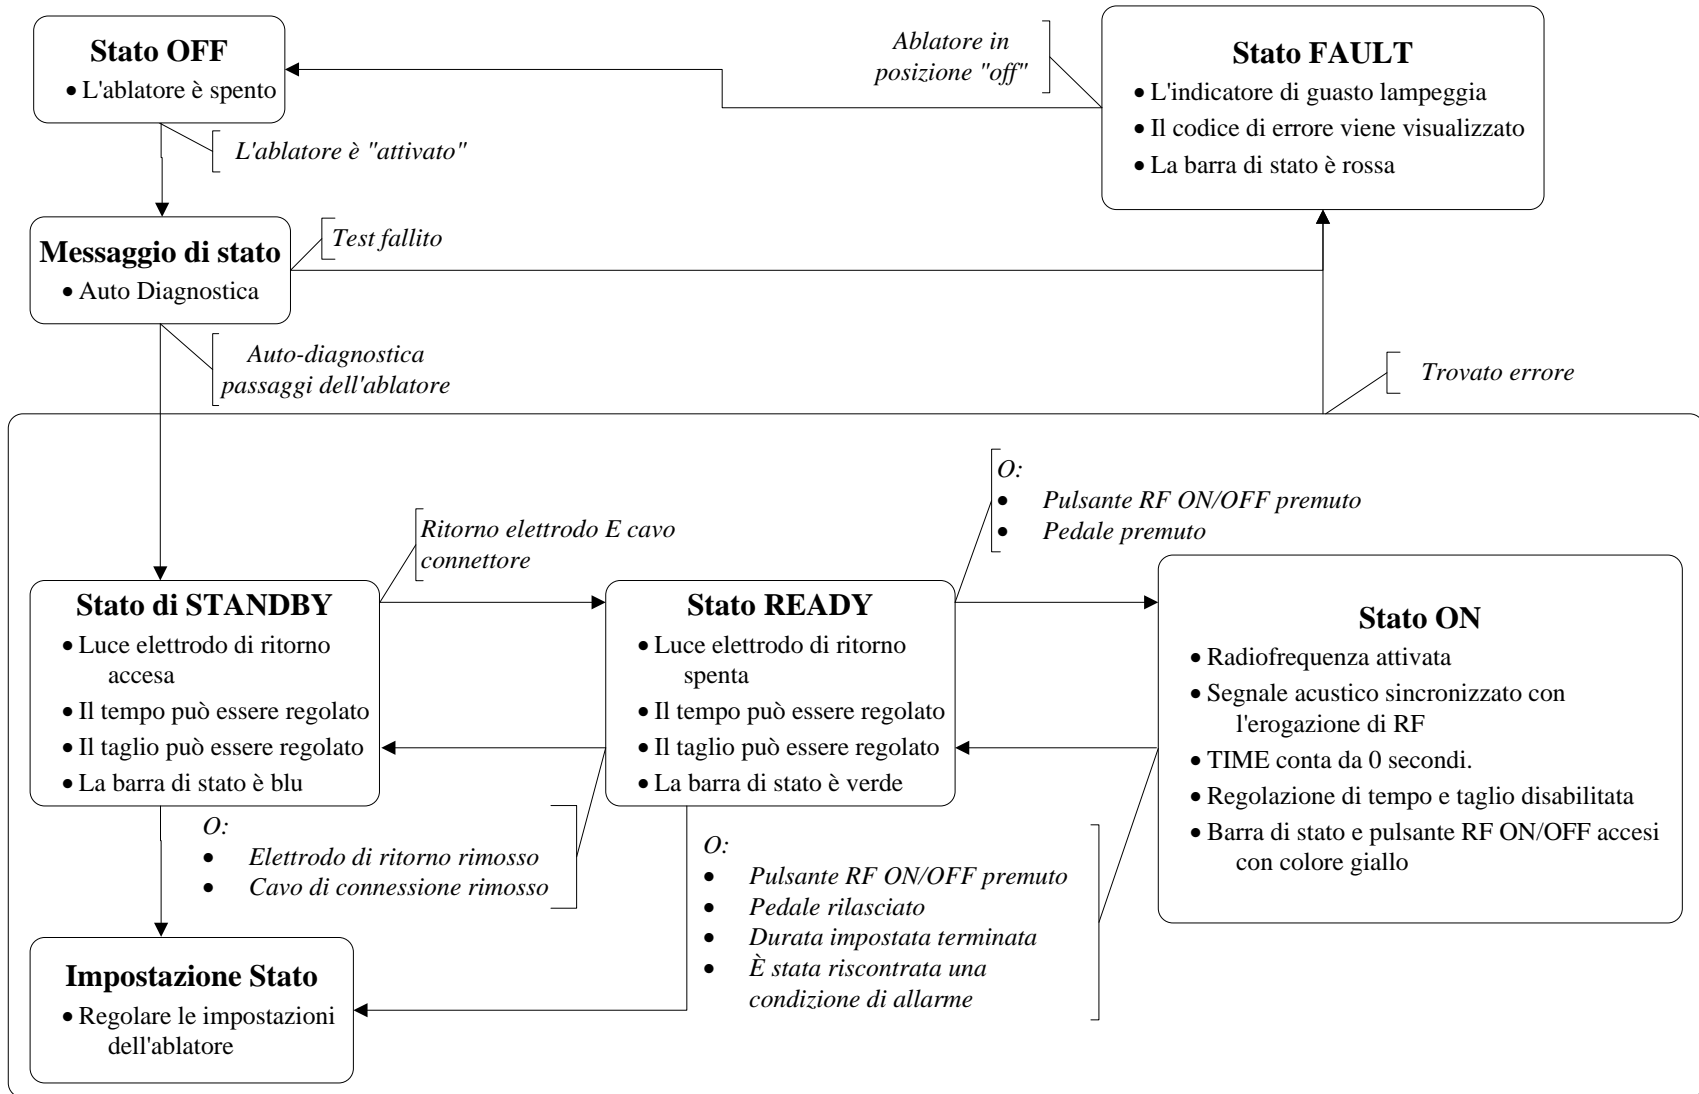

Figura 5-3 – Diagramma di flusso stati dell'ablatore
- (5) **Barra di stato STATE:** Questa finestra visualizza lo stato corrente dell'ablatore. I vari stati dell'ablatore e la loro relazione sono riportati nella Figura 5-3 – Diagramma di flusso stati dell'ablatore.
- (6) **Finestra di impostazione TIME:** Questa finestra visualizza la durata desiderata per l'uscita della radiofrequenza (in secondi). La finestra visualizza anche le funzioni per i tasti utilizzati per regolare l'impostazione TIME.
- (7) **Tasti funzione della colonna a sinistra:** Questi tasti consentono la regolazione dei parametri. La relativa funzione, se presente, è visualizzata sullo schermo a destra del tasto. Ad esempio, le frecce su ▲ e giù ▼ vengono visualizzate quando è necessario usare i tasti per aumentare o diminuire l'impostazione.
- (8) **Finestra di impostazione CUT:** Questa finestra visualizza la modalità di ablazione desiderata. Le modalità CUT dipendono dai dispositivi RF e sono descritte nella Sezione 9.3. Consultare le istruzioni per l'uso del dispositivo RF per conoscere le impostazioni adeguate. La finestra visualizza anche la funzione per i tasti utilizzati per regolare l'impostazione CUT.
- (9) **Tasti funzione della colonna di destra:** Questi tasti consentono la regolazione dei parametri. La relativa funzione, se presente, è visualizzata sullo schermo a sinistra del tasto. Ad esempio, le frecce su ▲ e giù ▼ vengono visualizzate quando è necessario usare i tasti per aumentare o diminuire l'impostazione.
- (10) **Tasti funzione della fila in basso:** Questi tasti hanno funzioni diverse. La funzione di ogni tasto è visualizzata sullo schermo, sopra il tasto funzione quando applicabile.
- (11) **Finestra messaggio:** Questa finestra visualizza messaggi funzionali e di informazione, quando necessario.
- (12) **Collegamento elettrodo di ritorno:** La connessione è isolata dal paziente ed è presente per il fissaggio di un elettrodo dispersivo (ritorno) omologato. **Utilizzare solo elettrodi dispersivi che soddisfano o superano i requisiti IEC 60601-2-2:2009.** Potranno essere usati elettrodi di non-monitoraggio (foglio singolo) o di monitoraggio (doppio foglio).
- (13) **Collegamento del cavo di connessione:** La connessione paziente è isolata e viene usata per il fissaggio del cavo-connettore RFP-100A. Per selezionare il modello corretto di cavo di connessione fare riferimento alle istruzioni per l'uso del dispositivo RF.
- (14) **Pulsante e indicatore RF ON / OFF:** Premendo e rilasciando il pulsante, si avvia l'erogazione di energia RF quando l'ablatore è in stato READY. Il pulsante interrompe l'erogazione di energia RF quando l'ablatore è in stato ON. L'indicatore del pulsante si illumina di giallo quando l'ablatore è in stato ON.
- (15) **Porta USB (laterale):** Collegando una chiavetta USB, viene eseguito il download delle ultime venti (20) erogazioni di energia. Se lasciato collegato, i dati delle successive erogazioni di RF vengono scaricati per ciascun trattamento.